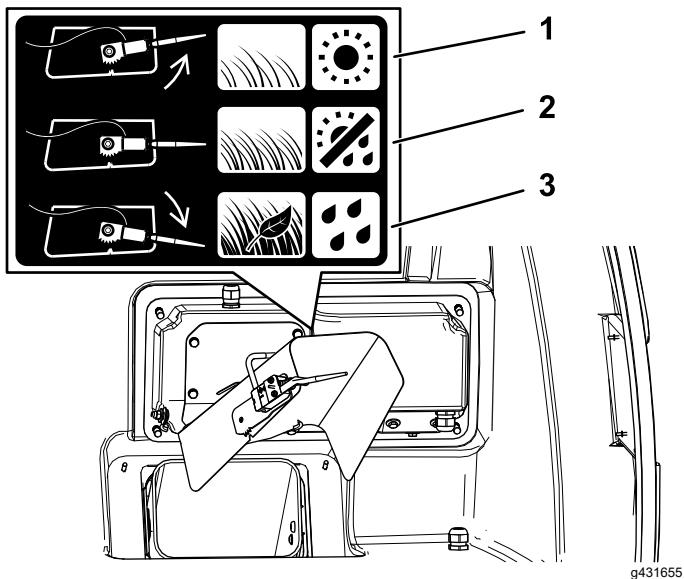

Figura 28
- Se le condizioni dell'erba e meteorologiche sono normali, ruotate il sensore nella posizione centrale (Figura 28).
- Se l'erba è folta e bagnata oppure in caso di raccolta delle foglie o di riempimento della tramoggia prima dell'attivazione del sensore, ruotate il sensore verso il basso (Figura 28).
- Se l'erba è rada e secca o se l'apparato di taglio si disinnesta prima che la tramoggia si sia riempita, ruotate il sensore verso l'alto (Figura 28).